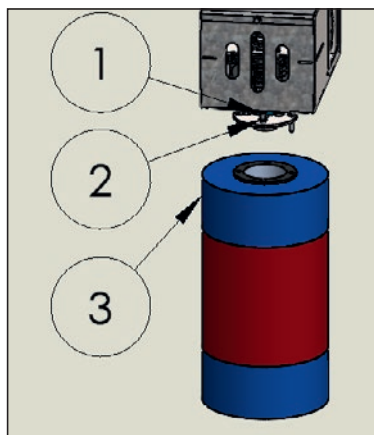

Fig. 4: Montage børste med drivenhed
2. Fastgør børsten på drivenheden med de fire skruer (fig.4 pos.1), skiver (fig.4 pos.2).